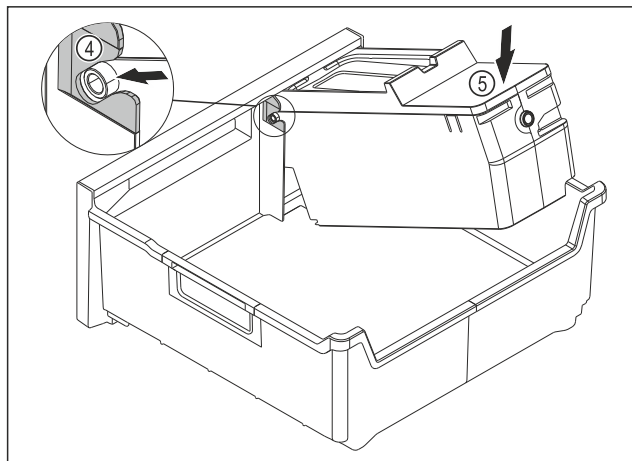

Fig. 124
- Montare il corpo dell'EasyTwist-Ice: Inserire gli assi del corpo dell'EasyTwist-Ice nelle guide Fig. 124 (4).
- Spingere il corpo dell'EasyTwist-Ice Fig. 124 (5) posteriore verso il basso.